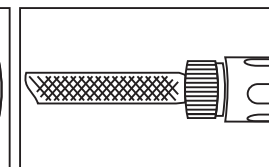

Рис. 7
- Подсоедините быстросъемный соединитель к шлангу подачи воды (рис. 7).
- С помощью сетевого кабеля подключите мойку в розетку и установите переключатель сети в положение ВКЛ (ON)